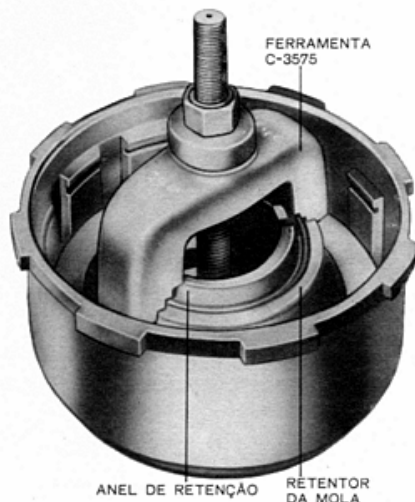

Fig. 50 — Remoção ou instalação do anel de retenção do retentor da mola da embreagem dianteira
- Colocar a mola dentro do cubo do êmbolo e posicionar sobre ela o retentor da mola e o anel de pressão. Comprimir a mola com a Ferramenta C-3575 (Fig. 50) e colocar o anel de pressão no alojamento do cubo. Retirar a ferramenta compressora.